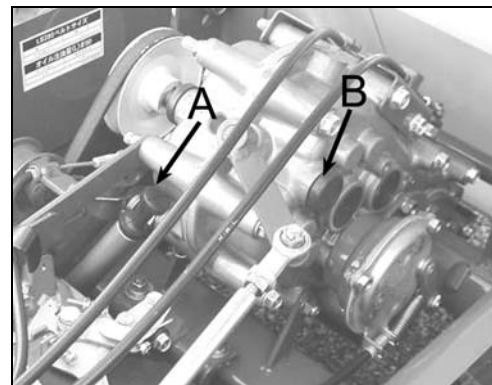

Figura 11 (LS280)
2. Rimuovere uno dei tappi di riempimento (B figura 11) sulla parte superiore del carter trasmissione.